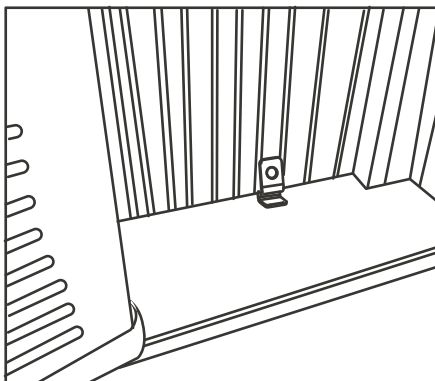

Fig.7
- 4 Placer le verrouillage de trame entre les extensions de trame et le seuil de fenêtre comme illustré (Fig.7).